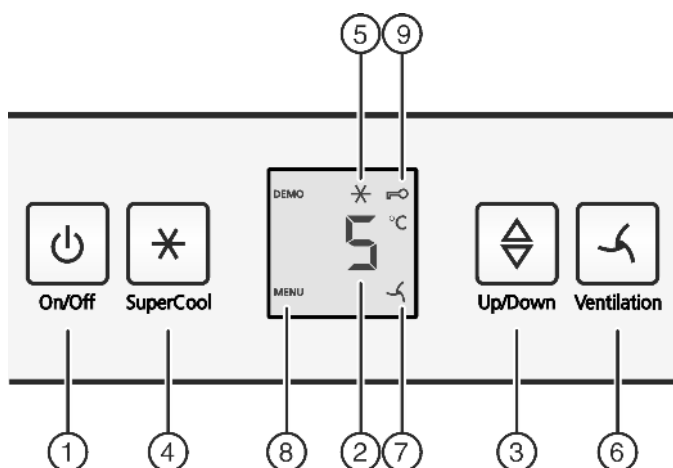

Fig. 3
- ▶ Натиснете бутона On/Off Fig. 3 (1).
- ▶ Натиснете бутона SuperCool Fig. 3 (4) за ок. 5 секунди.
- ▷ На индикатора се показва символът Меню Fig. 3 (8)
- ▶ Потвърдете чрез кратко натискане на бутона SuperCool Fig. 3 (4).
- ▷ Символът Защита от деца Fig. 3 (9) светва на индикатора.
- ▶ Натиснете за кратко бутона On/Off Fig. 3 (1).
- ▶ Извикване на температурната функция: Натиснете бутона за настройка *Fig. 3 (3)*.
- ▶ Промяна на температурата на стъпки 1 °C : Натискайте бутона за настройка *Fig. 3 (3)* дотогава, докато на температурния индикатор не светне желаната температура.
- ▶ Натиснете за кратко бутона SuperCool *Fig. 3 (4)*.
- ▷ Символът SuperCool *Fig. 3 (5)* светва на индикатора.
- ▷ Символът SuperCool *Fig. 3 (5)* угасва на индикатора.